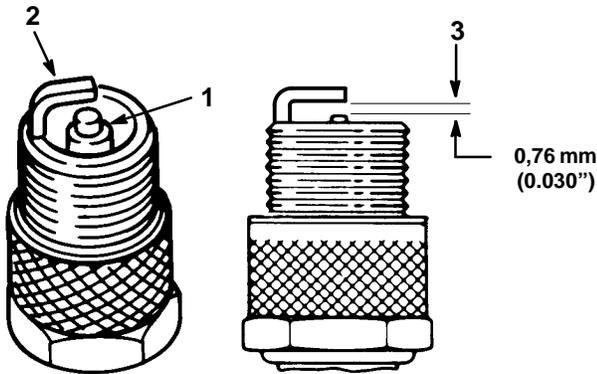

Figure 25
1. Inspecter le centre de la bougie (Fig. 25). Si le bec de l'isolateur est recouvert d'un léger dépôt gris-brun, le moteur fonctionne correctement. S'il est couvert d'un dépôt noir, c'est généralement signe que le filtre à air est encrassé.
2. Contrôler l'écartement entre l'électrode centrale et l'électrode latérale (Fig. 25). Courber l'électrode latérale (Fig. 25) si l'écartement est incorrect.